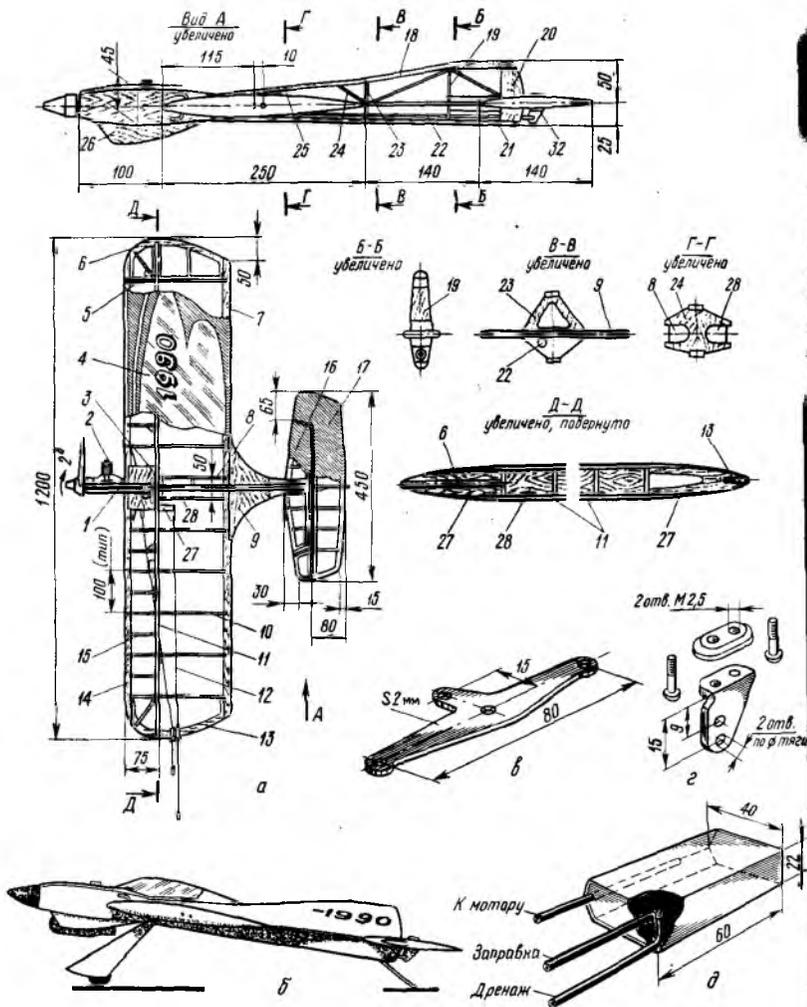

Рис. 42. Кордовая модель самолета «Универсал»:
**Универсальную кордовую модель самолета** (рис. 42) разработали юные техники Тимирязевского района Москвы. Их модель воздушного боя после небольших дополнений становится пилотажной. В ней удачно сочетаются и маневренность и устойчивость, что позволяет вести воздушный бой и выполнять фигуры пилотажного комплекса. В то же время эту модель не отнесешь